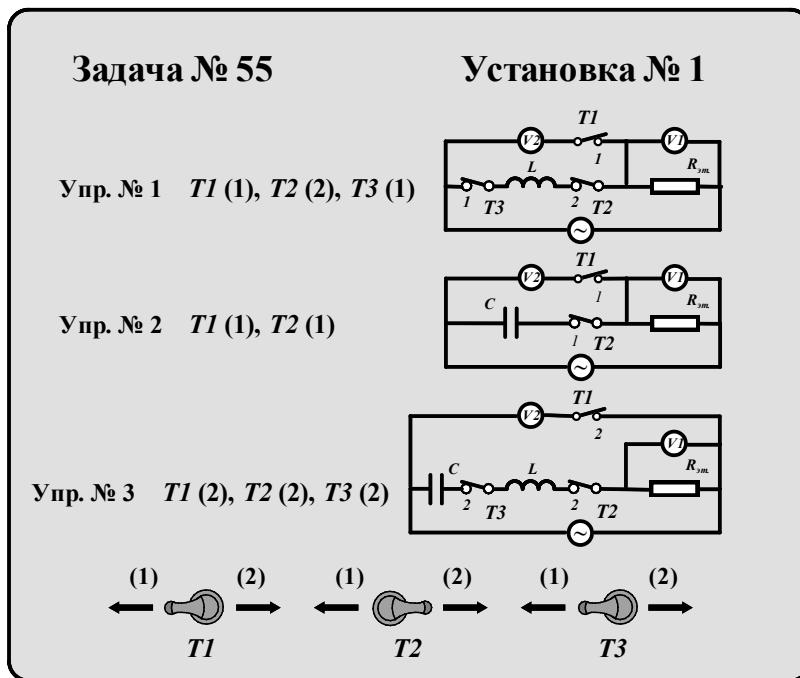

Рис. 11
В блоке элементов (рис. 11) находятся резистор  $R_{\text{эталон}}$ , катушка, обладающая индуктивностью  $L$ , и конденсатор емкостью  $C$ . Помимо перечисленных элементов блок содержит три тумблера  $T_1$ ,  $T_2$  и  $T_3$ , с
Установить тумблеры  $T_1$ ,  $T_2$ ,  $T_3$  для выполнения упражнения № 1 (рис. 11).
- а) Настроить блок элементов для выполнения упражнения № 2 (рис. 11).
- а) Настроить блок элементов для выполнения упражнения № 3 (рис. 11).